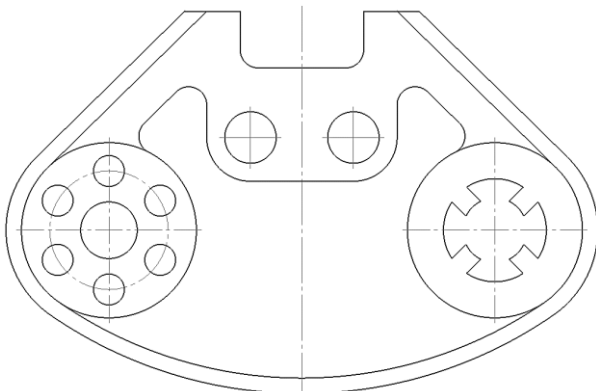

Рис. 79. Обозначение центров окружностей
2.17.1 **Обозначение**  – **Обозначение центра**  – **Тип:** две оси. Щелкнуть ЛКМ по дуге окружности и по центру окружности (рис. 79).